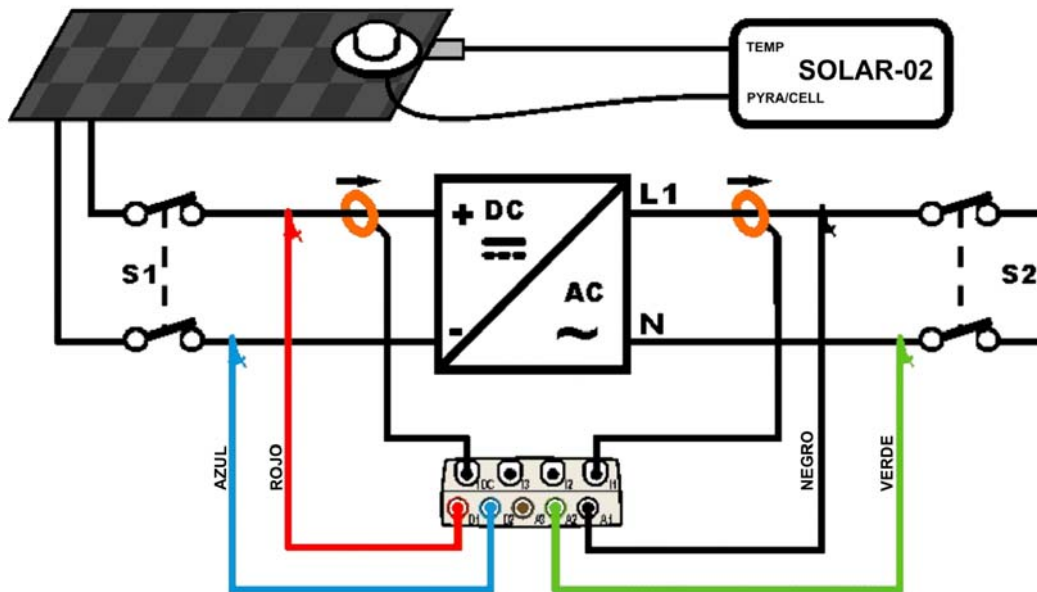

Fig. 215: Conexionado del instrumento en un sistema FV-1 con SOLAR-02
3. Conecte las entradas **D1** y **D2** respectivamente a los polos positivo y negativo de la salida del ramal. Conecte las entradas **A1**, **A2** a los conductores de Fase y Neutro respetando los colores como muestra la Fig. 215
4. Conecte la pinza de corriente CC sobre el conductor positivo en la salida del ramal **respetando el sentido de la flecha** presente sobre la misma pinza como indica la Fig. 215. **Controle la carga de las pilas interne de la pinza**
5. Conecte la pinza CA sobre el conductor de Fase L1 **respetando el sentido de la flecha** presente sobre la misma pinza como indica la Fig. 215. Conecte la salida de la pinza en la entrada **I1** del instrumento